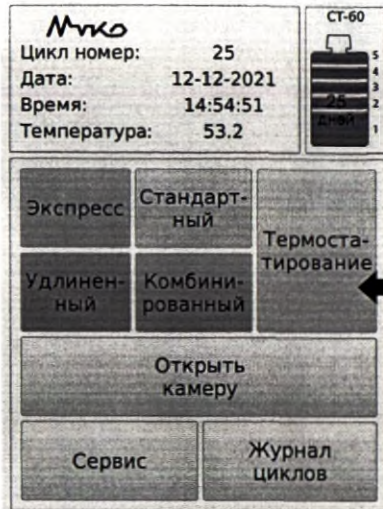

Рис.6
- в главном меню нажать кнопку «Термостатирование» (Рисунок 6)